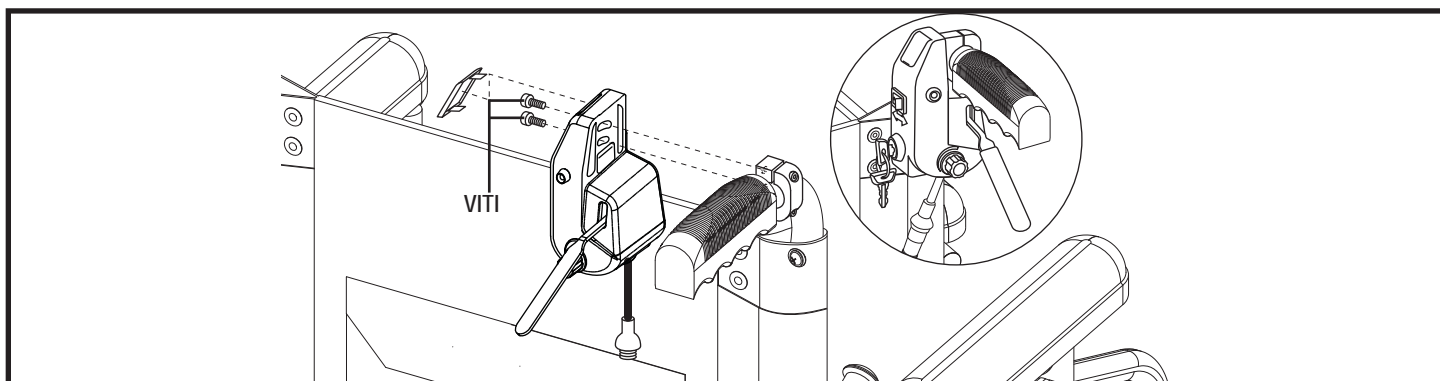

Figura 4. Installazione del supporto della centralina
9. Inserire il supporto del modulo di comando su una delle aste posteriori della carrozzina, verificando che lo schienale non tocchi il supporto della centralina quando è inclinato, se disponibile. Stringere la bulloneria. **Vedere figura 4.**
4. Installare la prolunga del manubrio in modo che il lato piatto della prolunga poggi contro il supporto della centralina. **Vedere figura 4 e figure 6.**